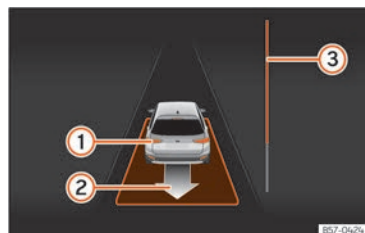

Abb. 201 Am Bildschirm des Kombi-Instruments: parallel zur Fahrbahn ausparken.
- Fahren Sie rückwärts, bis das Dauertonsignal des ParkPilot ertönt; **ODER:** fahren Sie zurück, bis am Bildschirm des Kombi-Instruments die Anzeige zur Vorwärtsfahrt erscheint. Die Fortschrittsanzeige » » **Abb. 201** **③** zeigt den zurückzulegenden Abstand an » » **Seite 295**.